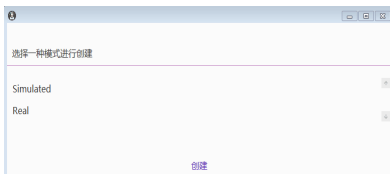

图 1 选择模式界面
- 1) 双击打开桌面【MGISP-960】，将出现模式选择界面，如图 1，选择【Real】模式后，点击【创建】。